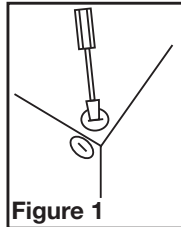

Figure 1
- Select the most convenient electrical knockout and remove using a straight-blade screw driver (**Figure 1**).
- Choisir un emplacement pour votre ventilateur. Pour garantir la meilleure qualité d'air et performance acoustique, il est recommandé que la longueur de la canalisation et le nombre de coudes soient réduits au minimum, que le rayon de chaque coude soit aussi grand que possible pour l'installation, et que des conduits rigides isolés soient utilisés. Ce ventilateur nécessitera au moins 20,3cm (8po) de dégagement dans le plafond ou le mur, et s'installe au travers de cloison sèche d'une épaisseur de jusqu'à 1,9cm(3/4po). Le ventilateur s'installe entre 40,6cm ou 61cm (16po ou 24po) au centre des solives à l'aide des quatre (4) traverses de montage incluses.
- Sélectionner l'alvéole défonçable la mieux appropriée et l'enlever à l'aide d'un tournevis à lame plate (**Figure 1**).